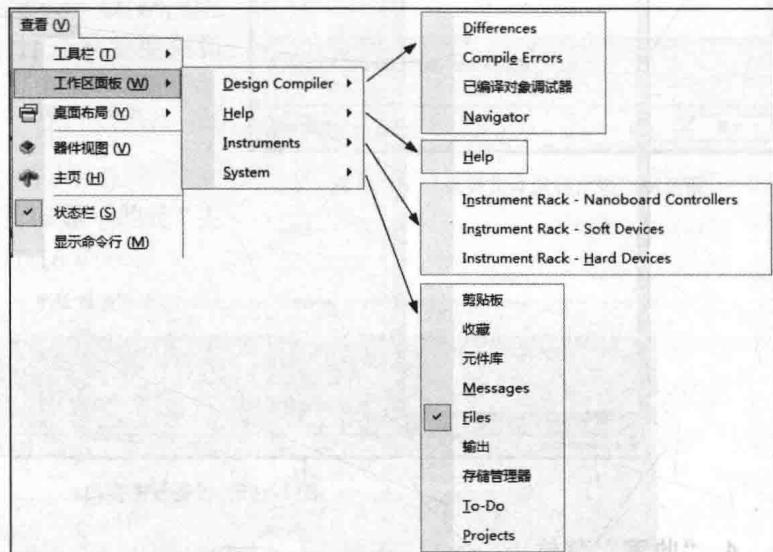

图1-10 “工作区面板”命令子菜单
(2) “工作区面板”命令：用于控制工作区面板的打开与关闭，其子菜单如图1-10所示。